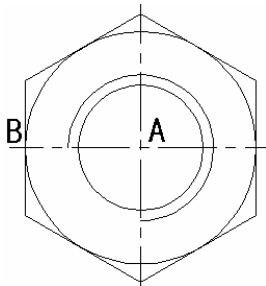

图 3-6
⑧ 将“轮廓线”图层设置为当前图层，选择【正多边形】工具  绘制六角螺母的轮廓线，图形效果如图 3-6 所示。